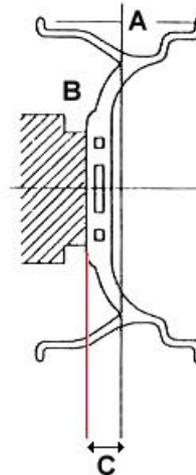

figura 1
La compensazione può essere positiva, nulla o negativa (vedi figura 1). La maggior parte dei veicoli moderni, generalmente, richiede ruote con un valore di compensazione (ET) positivo. L'eccezione principale a questa regola la si riscontra in veicoli 4x4, o nella Smart, che spesso usano ruote con valore di compensazione negativo.